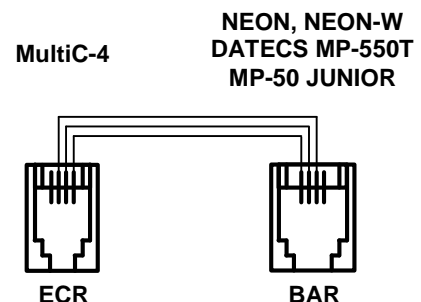

Рис. 5
13. 4. Схеми кабельного з'єднання «MultiC-4» з ЕККА зображені на Рис.5.